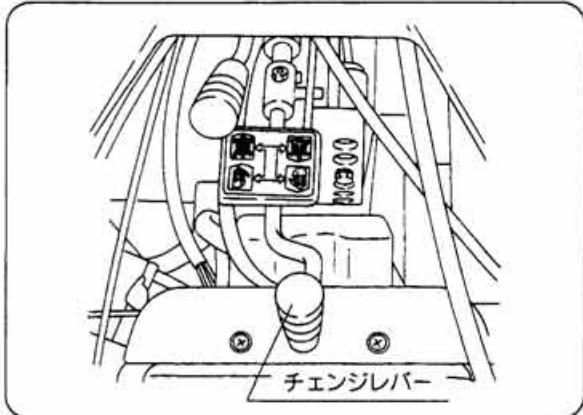

図9
- ① チェンジレバーを進行方向の位置にしてください。(図9)